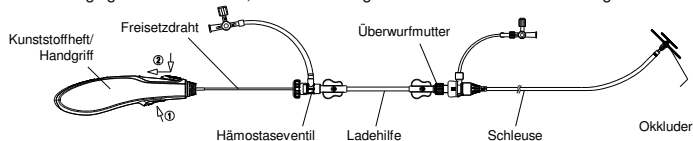

Abbildung 9. Freisetzen des Okkluders
- Die Schleuse weiterhin in Kontakt mit dem Okkluderansatz halten und den Freisetzdraht behutsam zurückziehen, bis er sich vom Okkluder löst. Abschließend den Freisetzdraht und die Schleuse aus dem Patienten entfernen (siehe **Abbildung 9**).